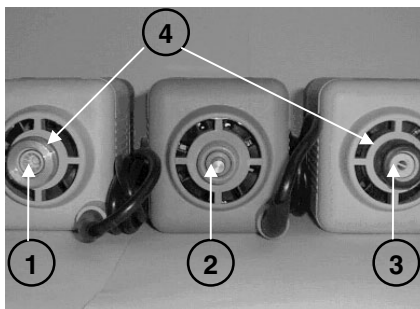

Abb. 3
Das Gerät ist nun betriebsbereit; es wird darauf hingewiesen, daß je nach Motortyp verschiedene Anschlüsse für die biegsame Welle erhältlich sind, und zwar (s. Abb. 3):
- 1) die Nutmutter auf der Unterseite des Motorgehäuses (4 in Abb. 3) abschrauben und auf die biegsame Welle einziehen